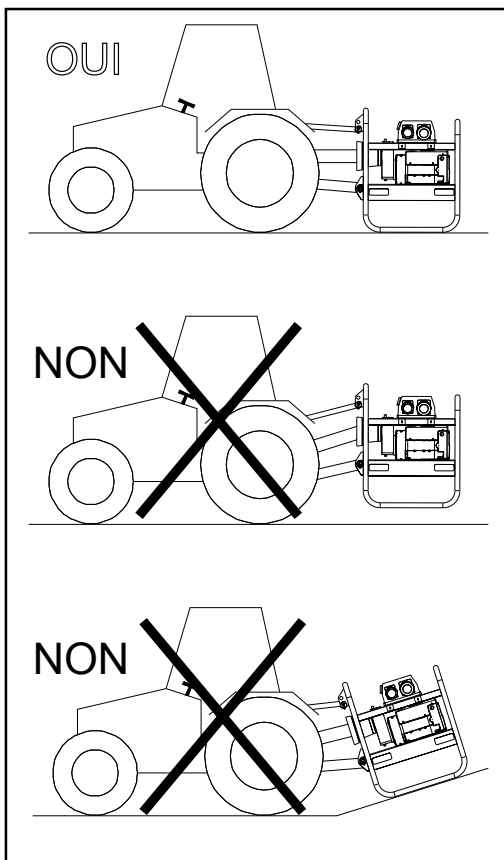

fig. 4a
5. Vérifier toujours que le groupe est parfaitement appuyé par terre, et correctement aligné : le fonctionnement du dispositif est strictement interdit si cette condition fondamentale n'est pas satisfaite (fig.4a). Fonctionner avec les angles des articulations qui sont égaux et modérés (max 15°).